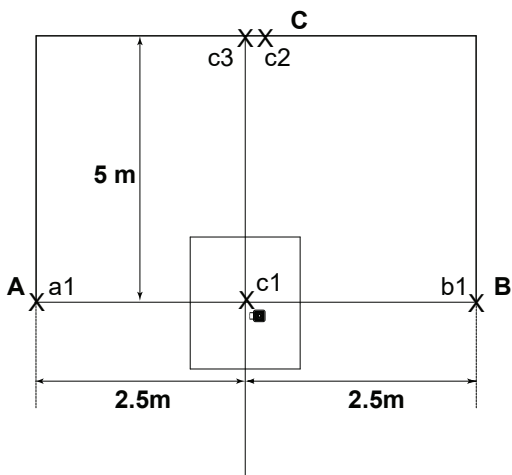

Figura 8
6) Segnare come c3 il centro del raggio verticale laterale sulla parete C, alla stessa altezza del punto c2 (vedere figura 8).